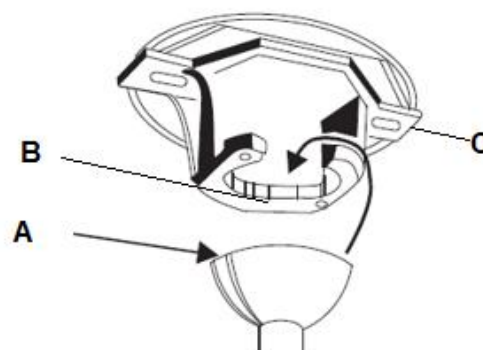
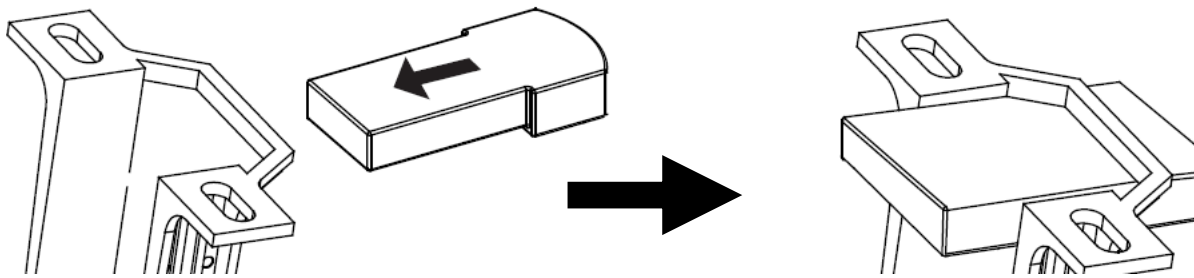

Fig. 5
Fig. 9
Sollevarre il ventilatore sulla staffa di supporto. Assicurarsi che la fessura (A) del giunto sferico sia posizionata sul perno (B) della staffa di supporto (C), in modo tale da evitare che il ventilatore ruoti quando è in funzione (Fig. 5)
- Fissare il ventilatore alla staffa di supporto (consultare la sezione "Fissaggio del ventilatore" e la Fig. 5 a pagina 6).
- Collegare il connettore rapido della staffa (1) al connettore rapido di ingresso del ricevitore (2).
- Collegare il connettore rapido di uscita del ricevitore (3) al connettore rapido del ventilatore (4).
- Inserire con attenzione il ricevitore del telecomando sopra il giunto sferico, nello spazio rimanente all'interno della staffa di supporto. Fare attenzione a non danneggiare o allentare alcun cavo (5 e Fig. 9).